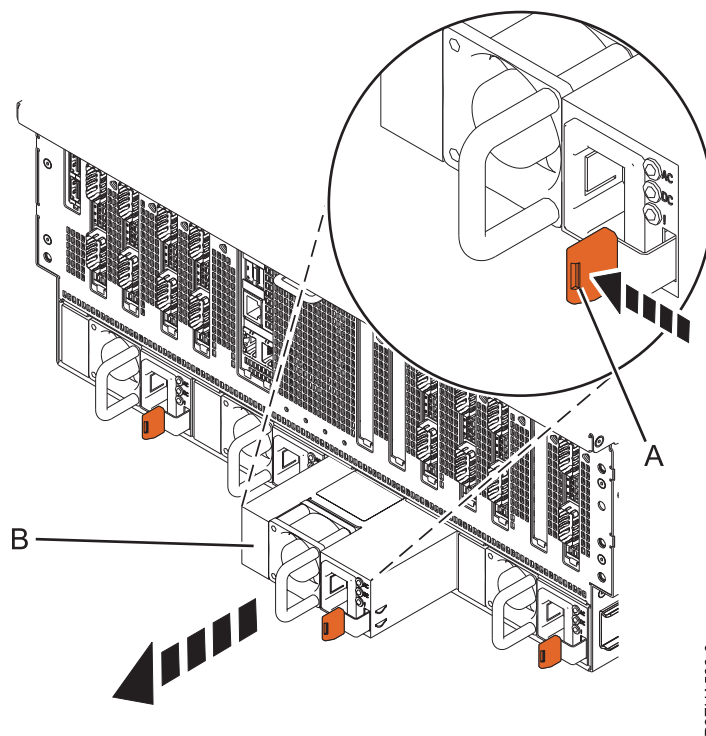

図 6. システム・シャーシの背面からの電源装置の取り外し
2. 赤褐色のロック・タブ (A) を、図 6 に示されている方向に押します。
3. 図 6 に示すように、電源装置 (B) を引いて、システムから取り外します。